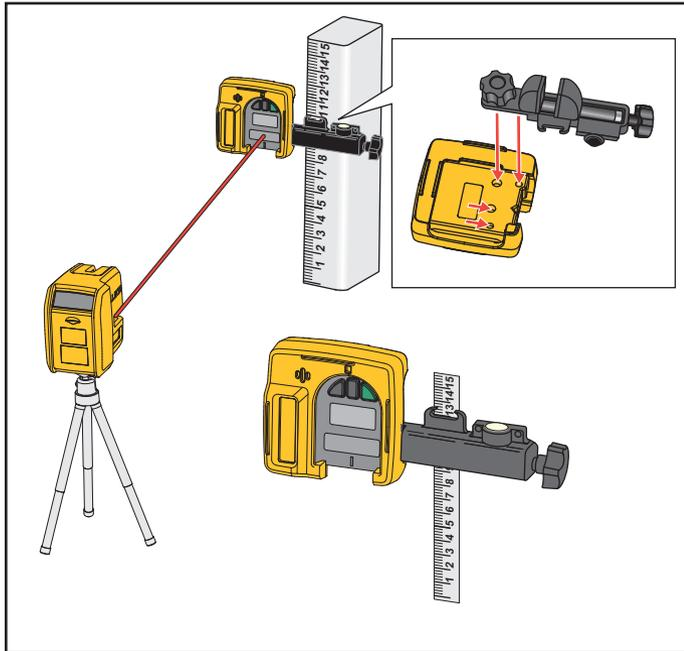

Abbildung 3. Lasernivellierer und Empfänger
3. Lasernivellierer und Empfänger einschalten und den Laser auf das Empfängerfenster richten. Siehe Abbildung 3.